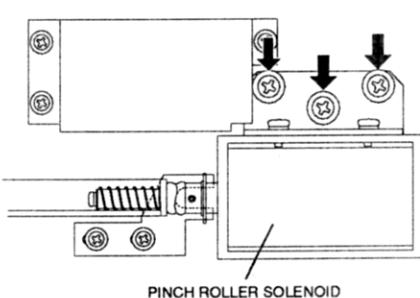

図5-13 圧着力調整
5. ソレノイド取付板をデッキ・プレートに固定しているねじを緩め、ソレノイドの位置を変えて圧着力を調整する（図5-13参照）。ソレノイドを機械の中央方向に動かすと圧着力は弱まる。測定と調整を繰り返し、適正值を得たら外した部品を元に戻す。